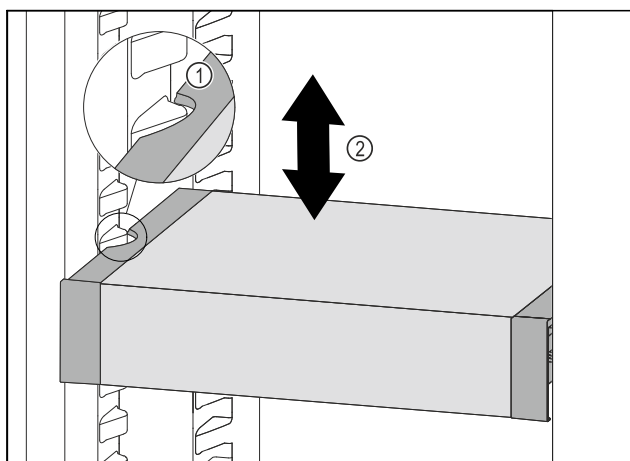

Fig. 141
- Táhněte VarioSafe dopředu, dokud nebudou boční vybrání VarioSafe na úrovni žebrování na nádoby v chladničce. Fig. 141 (1)
- Posouvejte VarioSafe v chladničce nahoru nebo dolů, dokud nedosáhnete požadované výšky. Fig. 141 (2)